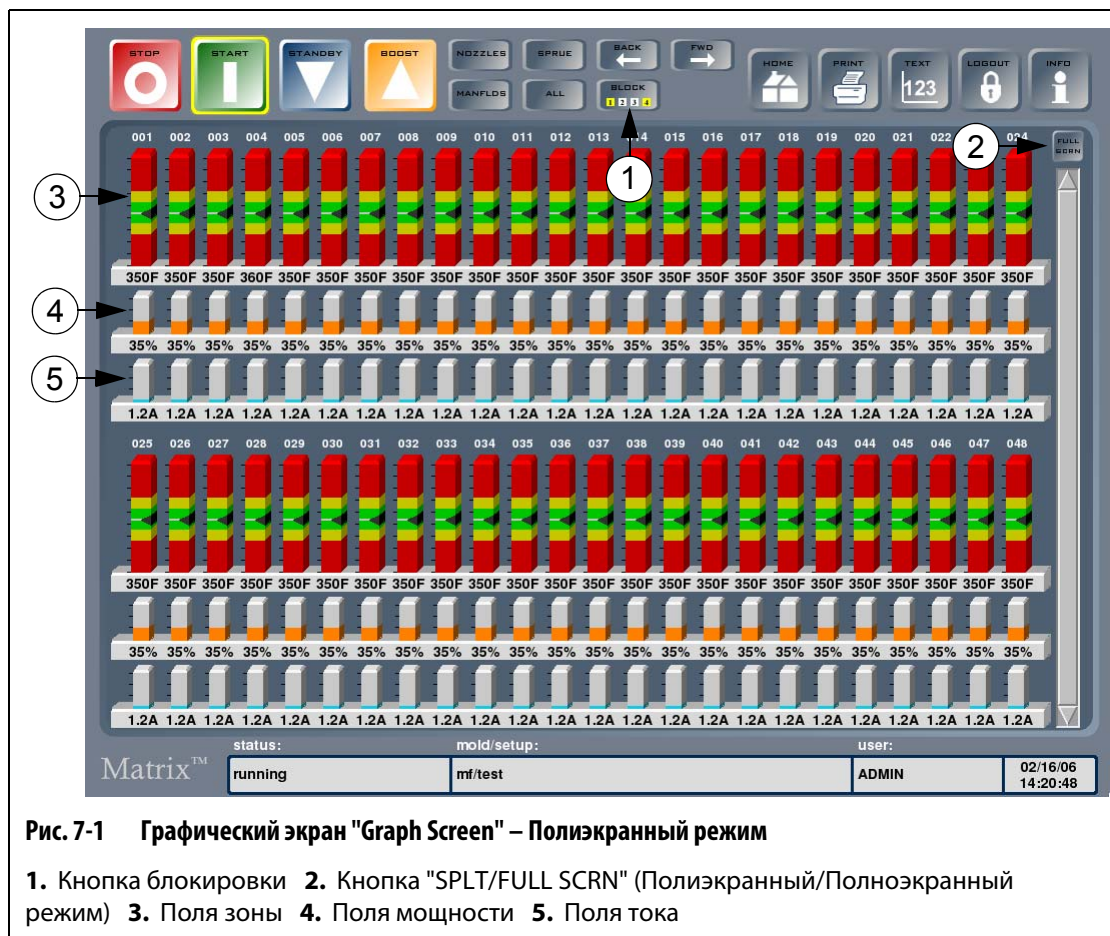

Рис. 7-1 Графический экран "Graph Screen" – Полиэкранный режим
1. Нажмите "BLOCK". См. Рис. 7-1.